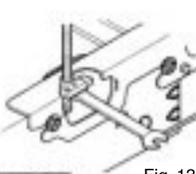

Fig. 13
5. Para garantir a correta drenagem de água, ajuste o nivelamento da unidade com um ligeiro desnível na parte superior da mesma, para o lado da saída do dreno. Para isto insira uma chave de boca adequada no recorte do suporte de montagem conforme necessário. (Fig. 13)